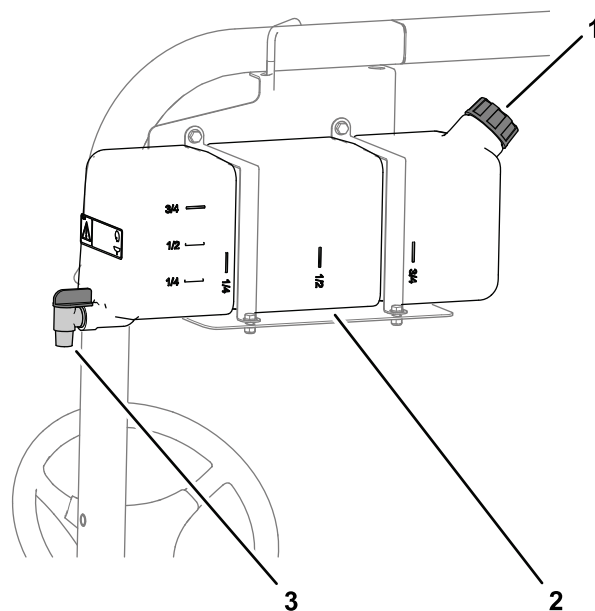

Figura 18
- Para llenar el depósito, desenrosque el tapón de la parte superior del depósito, llene el depósito con agua limpia y coloque el tapón (Figura 18).
- Para abrir la llave de paso del depósito de agua limpia, gire la palanca de la llave de paso (Figura 18).